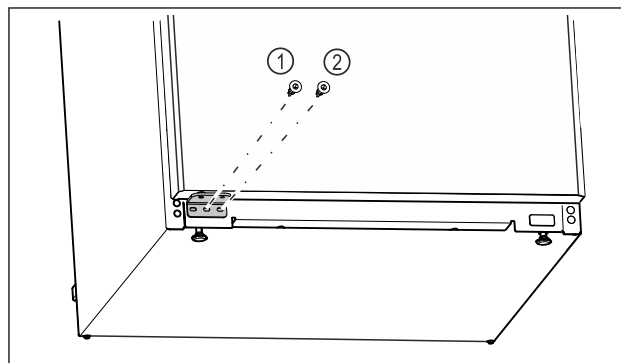

Fig. 18
- Skru hængslets midterste skrue Fig. 18 (1) fast med Torx 20-skruetrækker.
- Skru hængslets nederste skrue Fig. 18 (2) fast med Torx 20-skruetrækker.